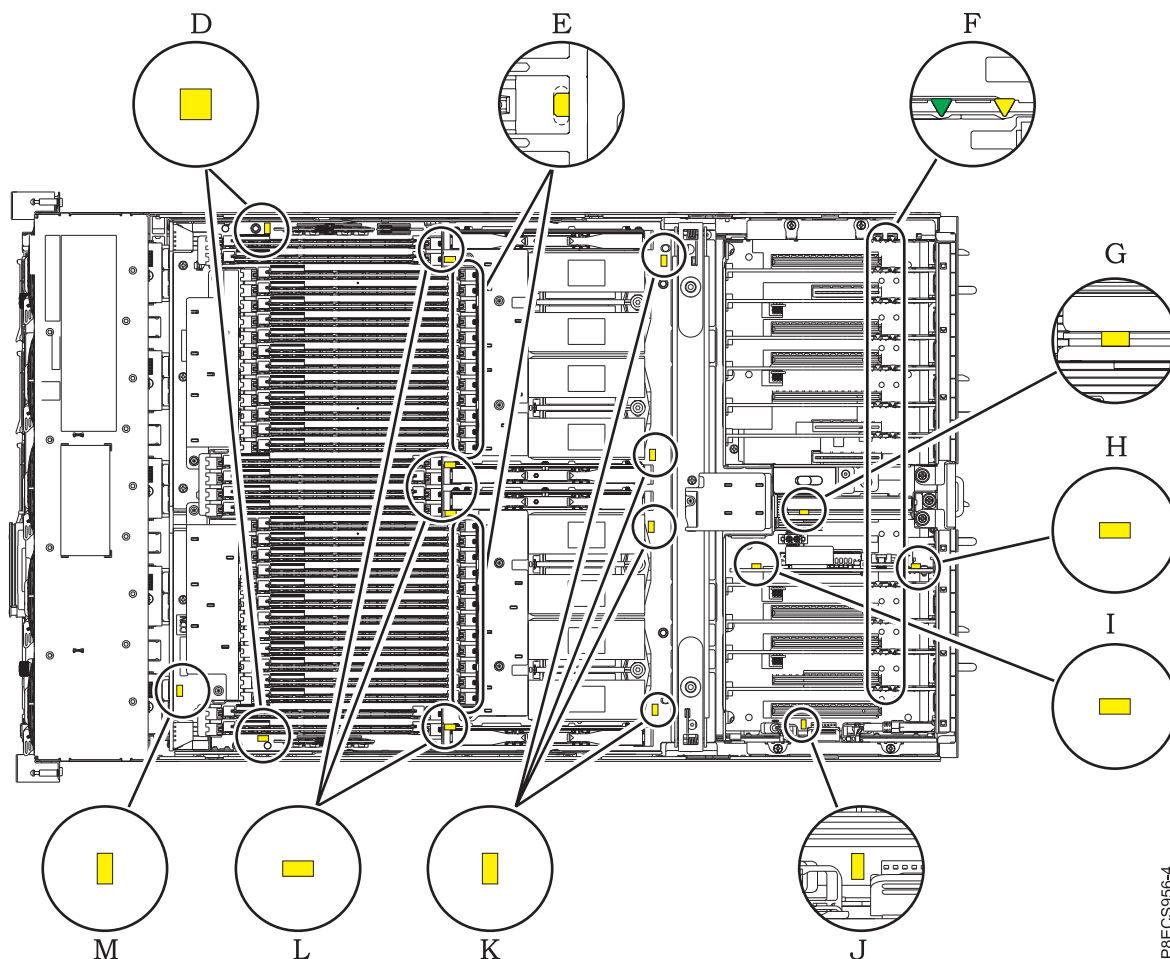

Figura 3. LEDs de indicador de serviço
3. Procure o LED âmbar (J) do módulo do processador do sistema que você está removendo. Consulte o Figura 3 na página 6.